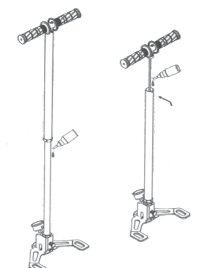

Abb. 7.4
**Abhilfemaßnahmen** (siehe Abb. 7.4): Pumpe mit Silikonöl schmieren.